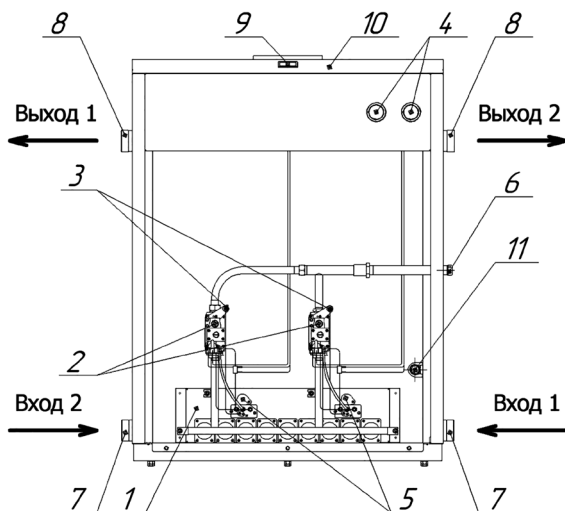

Рис. 1.2.
*– Подключение отопительной воды следует производить только диагонально согласно рис. 1.2.